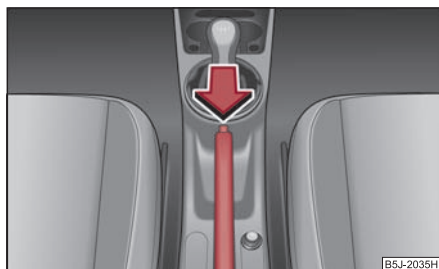

Fig. 122 Console centrale:
- Tirez un peu le levier du frein à main vers le haut **et** enfoncez **simultanément** le bouton de verrouillage ⇒ fig. 122.